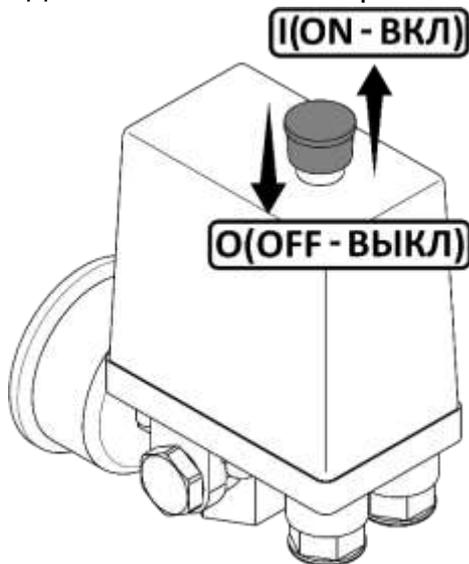

Рисунок 6
- Проверьте, чтобы выключатель на реле давления находился в выключенном положении "O" (рисунок 6).
- Включите компрессор выключателем на реле давления и сразу же выключите. Для этого необходимо переключить выключатель в положение "I" (рисунок 6). Кнопка выключателя имеет фиксированные положения
- Переключите выключатель на прессостате в положение "O" или "OFF", в зависимости от исполнения (рисунок 6).